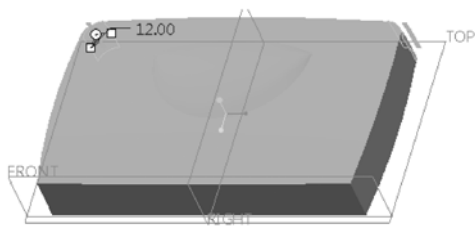

图 7-167 选择要倒圆角的边参考
- 3 结合〈Ctrl〉键选择如图 7-167 所示的两条边参照。